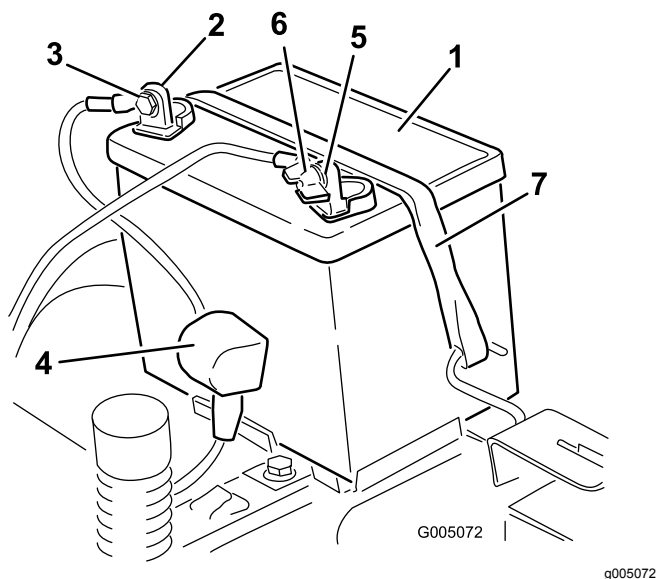

Figure 46
4. Débranchez le câble négatif (noir) de mise à la masse de la borne de la batterie (Figure 46).
6. Débranchez le câble positif (rouge) de la borne de la batterie (Figure 46).
7. Déposez la barrette de maintien de la batterie (Figure 46) et soulevez la batterie de son support.
1. Placez la batterie sur son support (Figure 46).
5. Fixez la batterie en place à l'aide de la sangle de maintien (Figure 46).